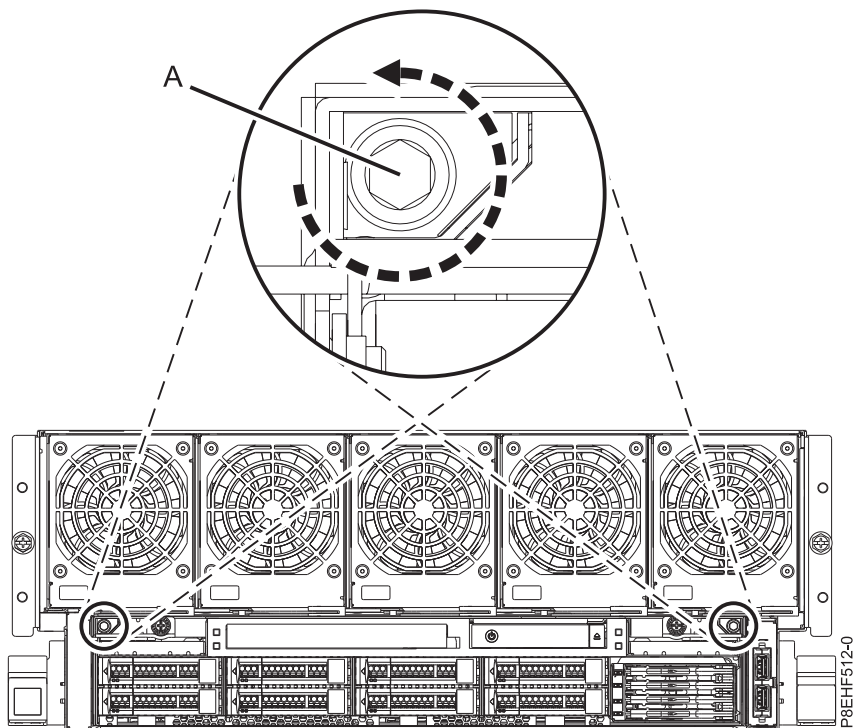

Figure 5. Desserrage des vis de transport
2. Desserrez, sans les retirer, les vis de transport (A) de l'assemblage RAID en utilisant un clé Allen de 4, comme illustré dans la figure 5, à la page 9.